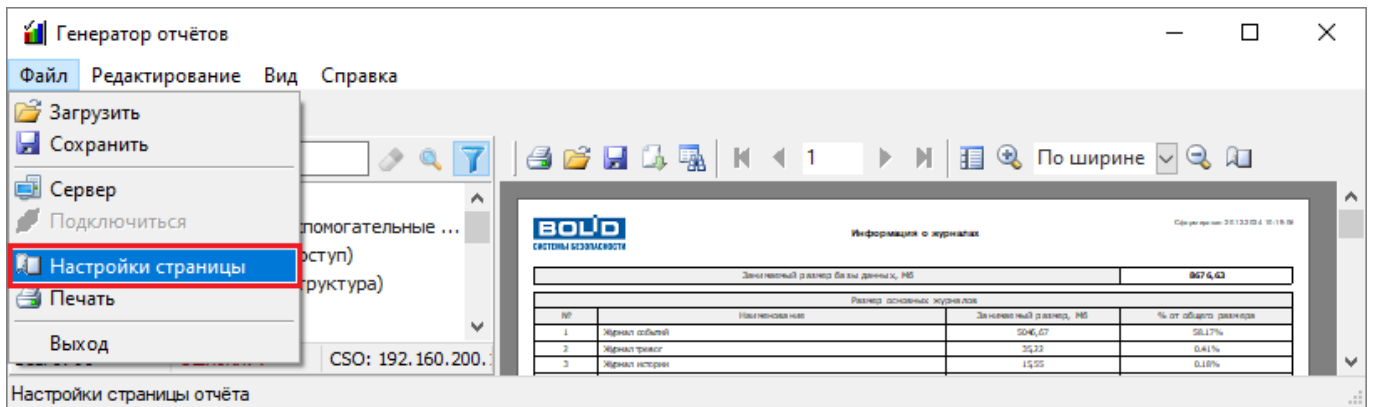

Рисунок 11-341 Вызов окна "Настройки страницы" через меню "Файл"
- выберите в меню «Файл» (см. п. 11.5.1.1) пункт « Настройки страницы» (см. Рисунок 11-341);